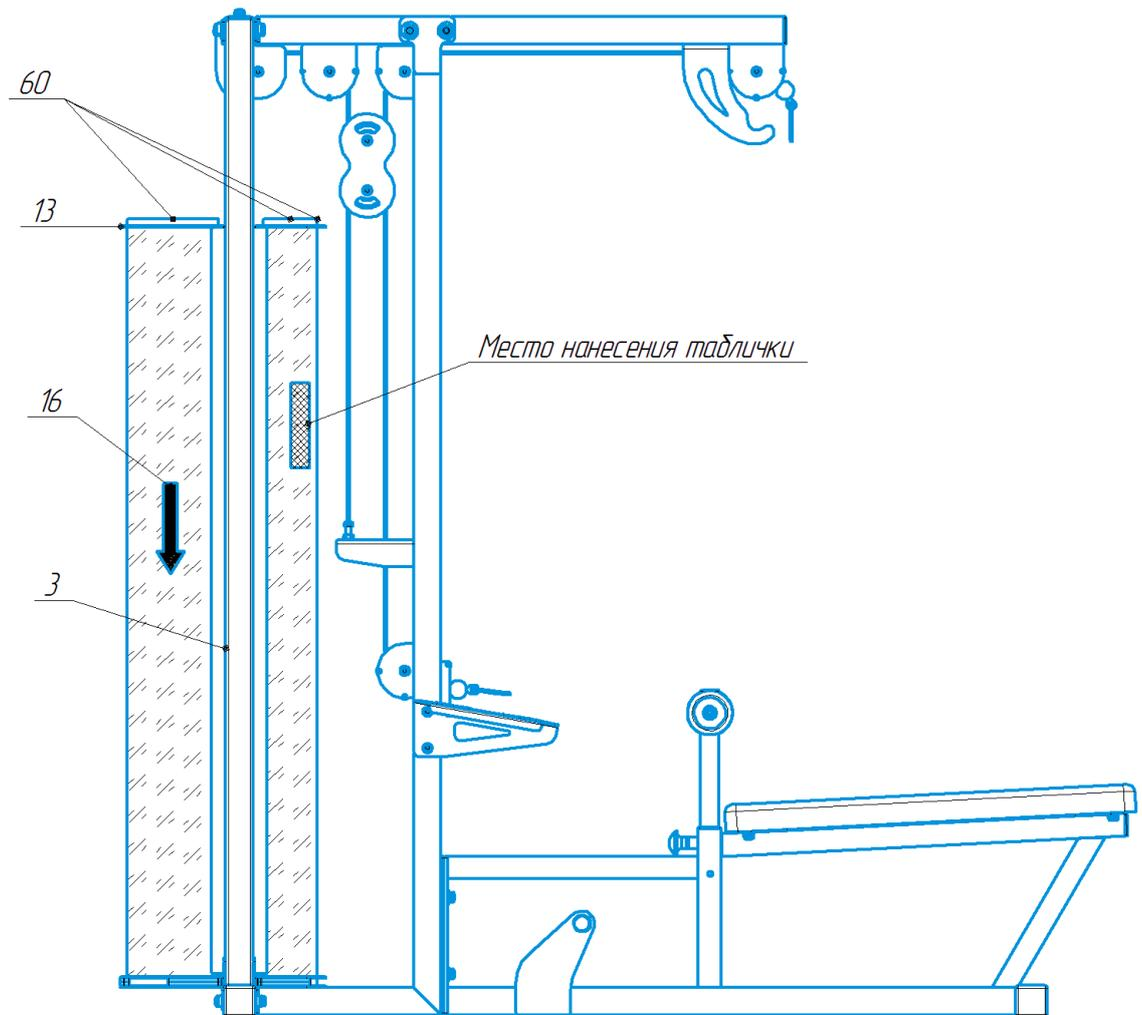

Рис.14. Схема сборки этапа №11
1. Установите экран поликарбонатный 0,8x1,7 (16) так, чтобы боковые края экрана зашли за пластину на стойках (3) с внутренней стороны. Приподнимите пластину (13) над экраном и вставьте экран в изогнутый паз. Придерживая пластину (13) и следя чтоб не выскочил из пазов, вставьте экран в изогнутый паз в нижней части, при этом прижимая экран вниз, как показано на рис.14.
2. Затянуть болты М10х35 (52) которые держат пластину (13).
4. Установить на верхней части экрана П-образный профиль резиновый (60) как показано на рис.14.